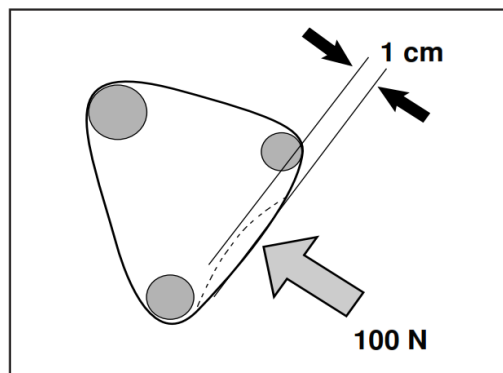

Figura 20
- Aplicați o forță de aproximativ 100 N pe curea în V, la mijlocul distanței între fulii (figura 20). Curea în V trebuie să prezinte o deviere de aproximativ 1 cm.